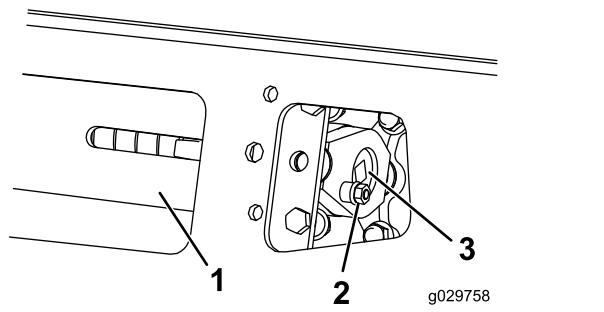

Рисунок 59
3. Удалите зажимной болт, проставку и гайку (Рисунок 59).
5. Совместите ближайшую выемку в натяжном винте с отверстием в зажимном болте и закрепите винт при помощи зажимного болта и гайки (Рисунок 59).
4. Отвинтите зажимной болт и гайку (Рисунок 59).
5. Используя ключ с храповым механизмом на $\frac{1}{2}$ дюйма, ослабьте натяжение привода, вращая натяжной винт по часовой стрелке (Рисунок 59 и Рисунок 65).